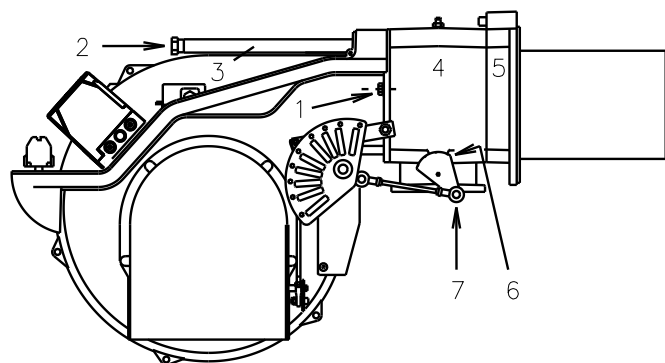

рис. 19
- установите горелку на направляющие 3) (рис. 19), расположенные примерно в 100 мм от патрубка 4) (рис. 19);
- закрепите горелку на соединении с трубой винтами 1) (рис. 19). Подсоедините шарнирную муфту 7) к градуированному сектору 6) (рис. 19).